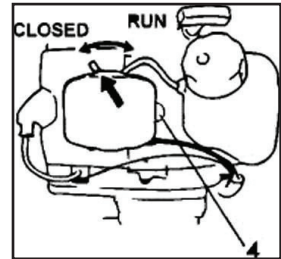

Рис.4
2. Несколько раз нажать на заливочный баллон (4), чтобы топливо потекло через баллон или обратную трубку. (При наличии подобного оснащения) (Рис.4)